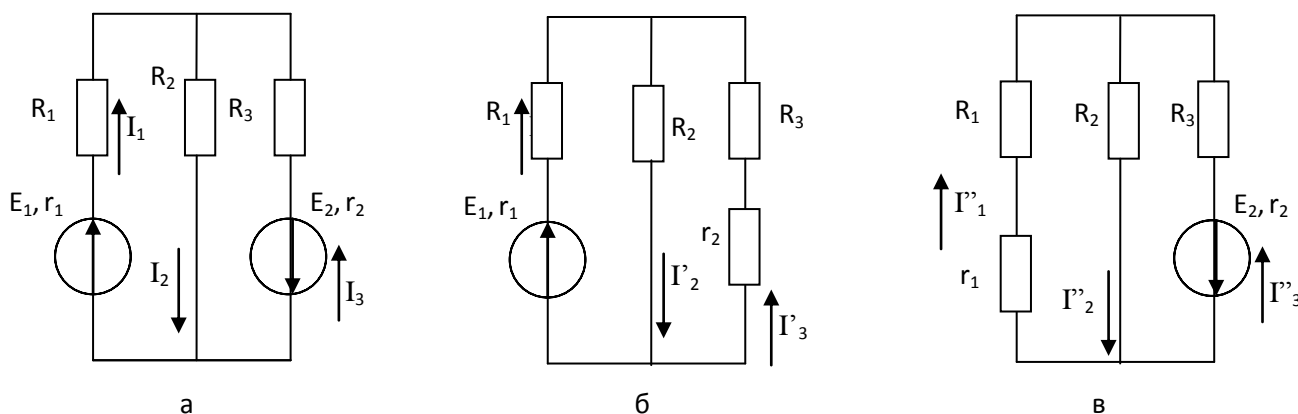

Рисунок 6.1.- Электрическая цепь
- 2.Начертите электрические схемы, для расчета электрической цепи методом наложения (рисунок 6.1)
Полная электрическая схема (рисунок 6.1. а)
Схема для определения частичных токов (рисунок 6.1. б)
Схема для определения частичных токов (рисунок 6.1. в)